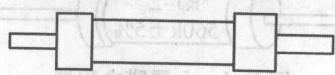

图 1-1 固定电阻器
(1) 固定电阻器。电阻值不能调节的电阻器。固定电阻器是使用量最大的一种电阻器，其外形如图 1-1 所示。常见的固定电阻器有线绕电阻器、实芯电阻器、金属玻璃釉电阻器等。